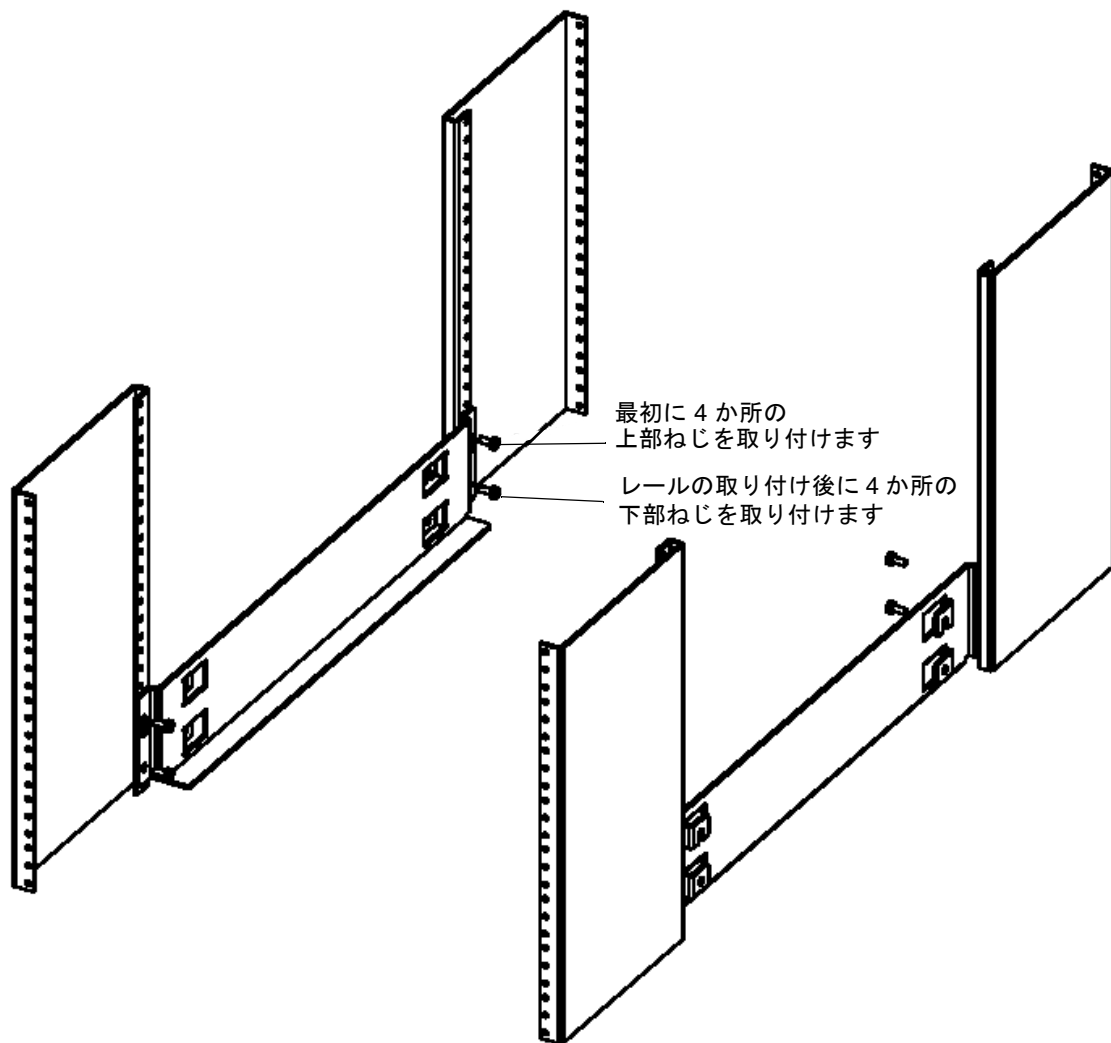

図 4-1 Sun StorEdge Network 2 Gb Brocade SilkWorm 12000 スイッチの取り付けレール
1. 各取り付けレールに対するねじを 2 本ずつ (両端に 1 本ずつ)、キャビネットフレームに緩く取り付けます (図 4-1 を参照)。
まず、レールの上部ねじを取り付けてください (図 4-1 を参照)。